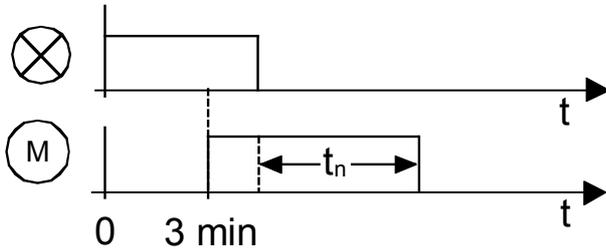

Bild 6:
Kanal 2 (M) wird abhängig vom Schaltzustand der Beleuchtung zeitverzögert geschaltet (Bild 6).
Kanal 2 (M) wird erst dann eingeschaltet, wenn Kanal 1 (X) mindestens 3 min eingeschaltet ist (Bild 6).